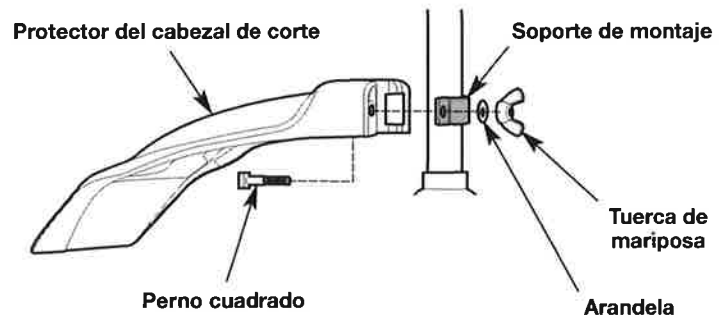

Fig. 2
4. Inserte el perno cuadrado dentro del orificio que está debajo del protector del cabezal de corte (Fig. 2) Oprima el perno cuadrado para que pase a través del protector del cabezal de corte y el soporte de montaje.
5. Coloque la arandela sobre el perno cuadrado (Fig. 2).
6. Atornille la tuerca de aleta en el perno cuadrado hasta que el protector del cabezal de corte quede firme en su lugar (Fig. 2).